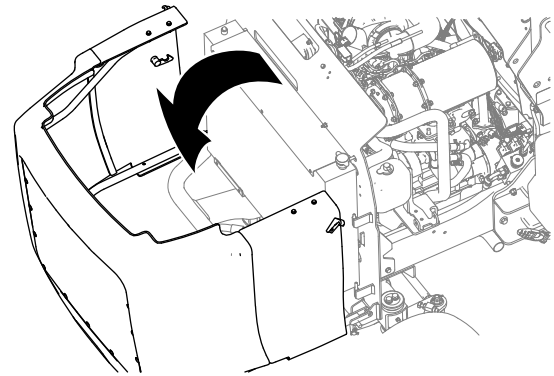

Figura 69
- Desenganche y abra el capó (Figura 69).